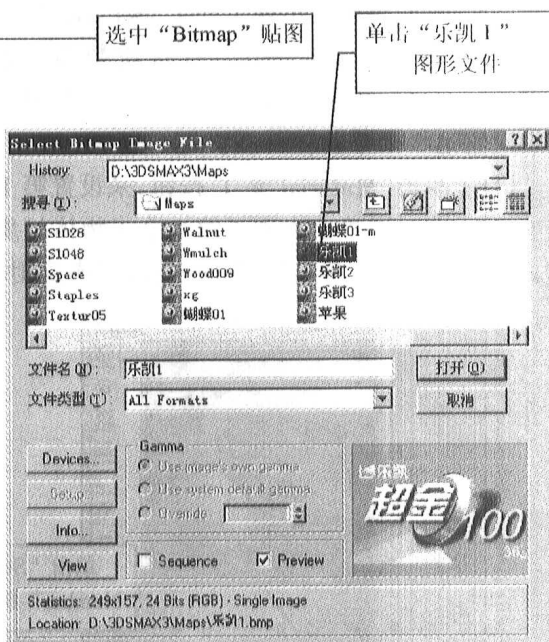

图 1-1-19
(19) 这时屏幕上出现了“Select Bitmap Image File”(选择位图图形文件)对话框,如图 1-1-19。单击其中的“乐凯 1”图形文件,然后单击“打开”按钮。